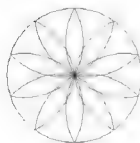

图4-33
**步骤1:** 打开一个名为“Scale 命令的使用方法.dwg”文件, 图形效果如图4-33所示。